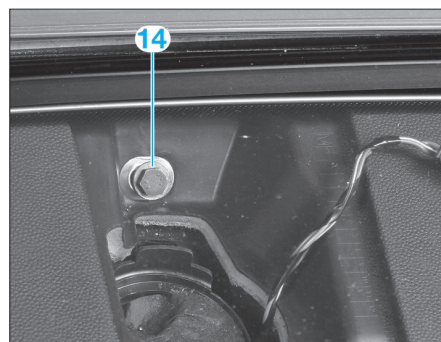

FIG. 37
- Déposer la vis de fixation (14) de la planche de bord située derrière le haut-parleur (fig. 37).